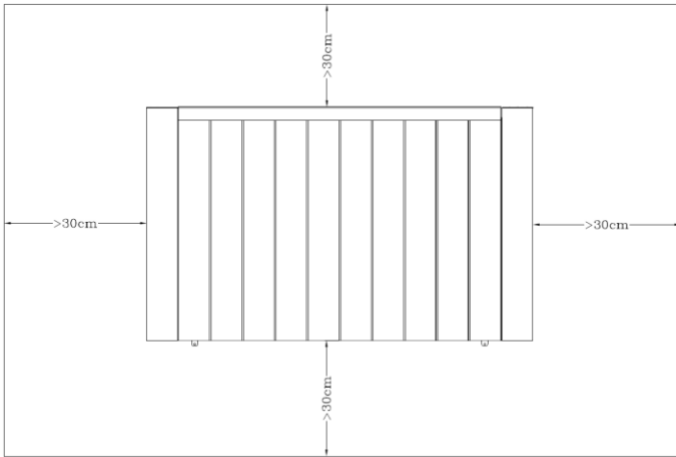

Abb. 1
1. Achten Sie darauf, dass der Abstand zwischen dem Gerät und dem Boden oder der Wand mindestens 30 cm beträgt, wie in der Abbildung gezeigt. (Abb. 1).